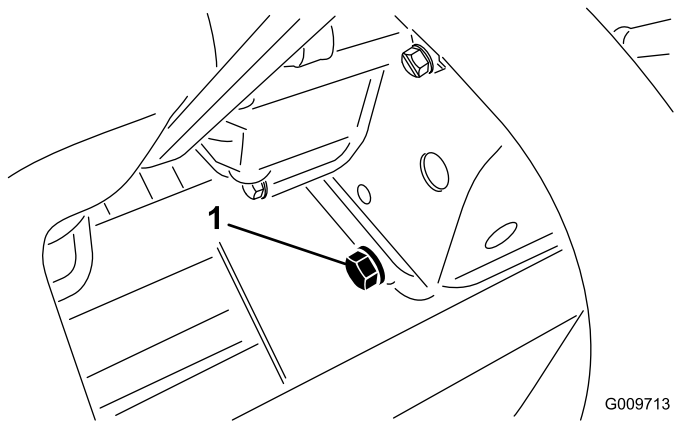

Figura 55
2. Togliete il tappo di spurgo (Figura 55) e lasciate defluire l'olio in una bacinella.